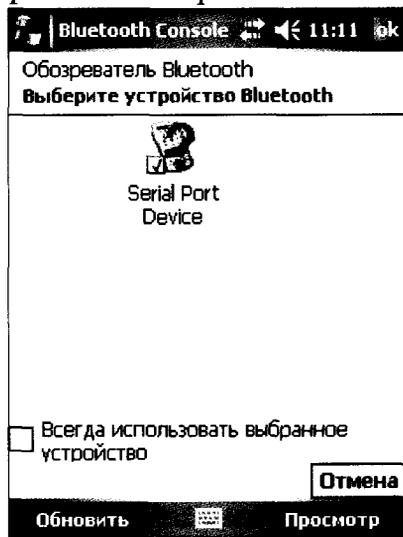

Рисунок 4 – Значок соединения Bluetooth
- после запуска программы «EchoPuls» появится окно «Bluetooth Console», а в нем значок устройства **Serial Port Device** (Рисунок 4). Появление значка в этом окне свидетельствует о соединении Pocket PC и дефектоскопа через «Bluetooth»;